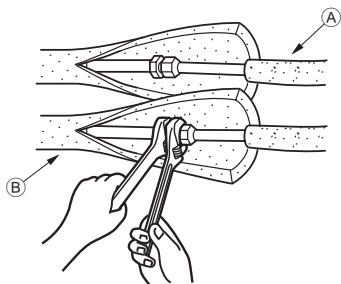

Рис. 4-3
4.3. Трубы хладагента (Рис. 4-3)